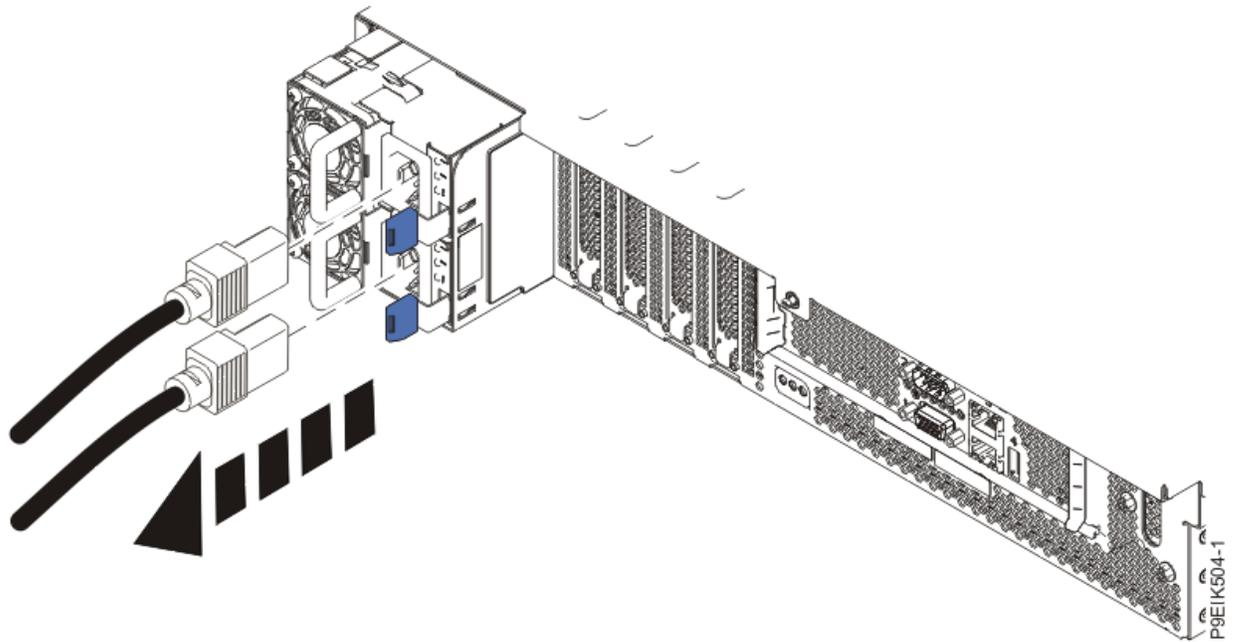

図 70. システムからの電源コードの取り外し
4. 電源コードをシステム装置から切り離します (115 ページの図 70 を参照)。